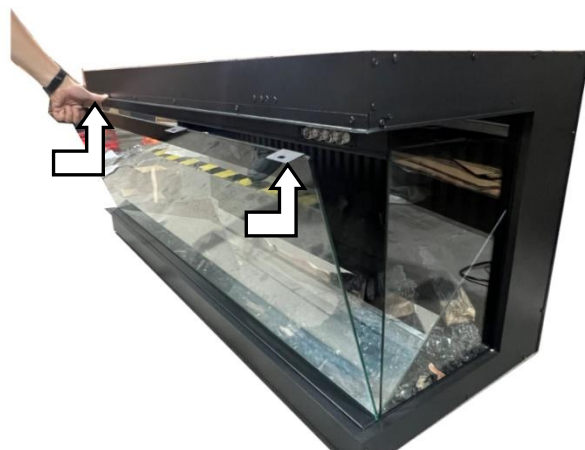

Fig.1-1 Fig.1-2
- Retire todos los tornillos de la parte superior del panel de cristal. Fig.1-1